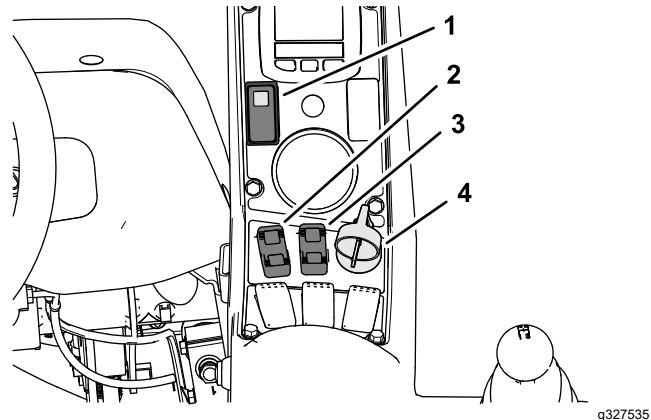
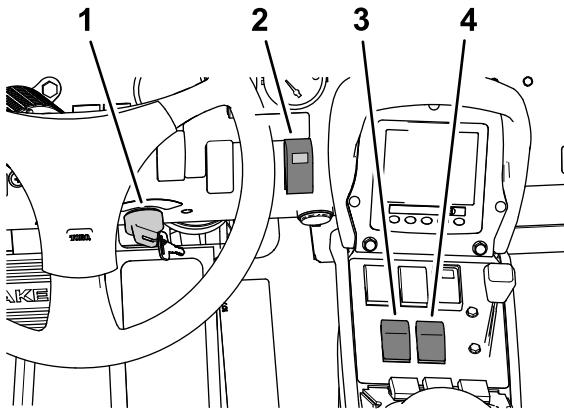
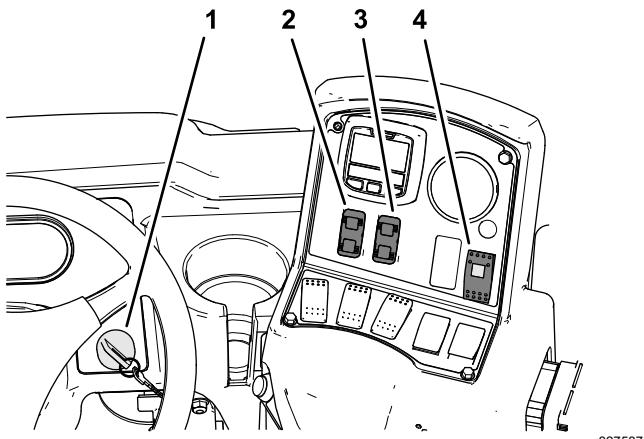

Figura 44
Figura 45
Figura 46
Nota: La spia Sonic Boom(Figura 44, Figura 45, o Figura 46) si illumina sul relativo interruttore e indica lo stato del sistema Sonic Boom come segue:
1. Premete l'interruttore Sonic Boom (Figura 44, Figura 45, o Figura 46) in posizione ON.
2. Utilizzate l'interruttore di comando del sollevamento delle barre (Figura 44, Figura 45, o Figura 46) per abbassare le barre alla distanza desiderata dal terreno.
Nota: Potete temporaneamente escludere il funzionamento automatico delle barre utilizzando gli interruttori di comando del sollevamento delle barre (Figura 44, Figura 45, o Figura 46) per sollevare o abbassare una barra o entrambe le barre.
4. Per ripristinare la modalità automatica, premere momentaneamente l'interruttore/gli interruttori di comando del sollevamento delle barre in posizione ABBASSARE (Figura 44, Figura 45, o Figura 46) per consentire al controller Sonic Boom di posizionare l'altezza dell'estremità della barra alla distanza desiderata dal terreno.
1. Premete l'interruttore Sonic Boom (Figura 44, Figura 45, o Figura 46) in posizione OFF.
2. Utilizzate gli interruttori di comando del sollevamento delle barre di destra e di sinistra per modificare l'altezza delle barre esterne (Figura 44, Figura 45, o Figura 46).